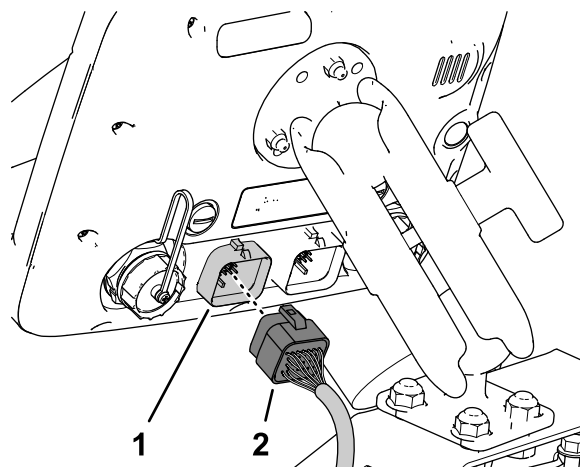

Figura 205
3. Allineate il connettore a 26 prese del cablaggio dati con il connettore a 26 pin del monitor dell'irroratrice e premete il connettore a prese nel connettore a pin fino a quando il fermo del connettore non scatta saldamente in posizione (Figura 205).